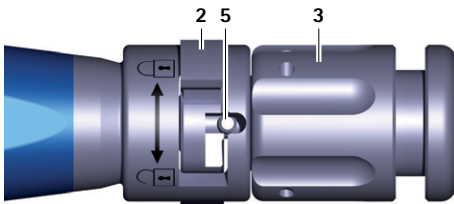

Fig. 4 Närbild av insättningsinstrumentet med fastspänt provimplantat/implantat
- Vrid vridmuttern 3 på insättningsinstrumentet A medurs (riktning "back") tills provimplantatet är fastspänt, se Fig. 4.
- Vrid vridmuttern 3 på insättningsinstrumentet A medurs (riktning: "back") tills implantatet är fastspänt, se Fig. 4.